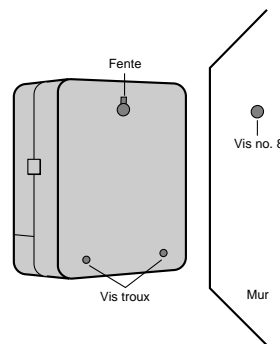

FIGURE 19: Montage du programmeur
- Posez une vis no 8 dans chacun des trous de la section inférieure du programmeur [voir la figure 19].